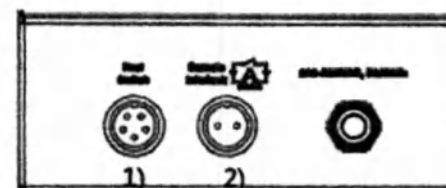

Рисунок 24 – Задняя панель основного блока, где:
1) Подключите педаль к разъему на задней стенке основного блока (рисунок 24). При подключении педали установите ее в направлении стрелки на основном блоке.
2) Подключите соединитель дистанционной блокировки (рисунок 24).